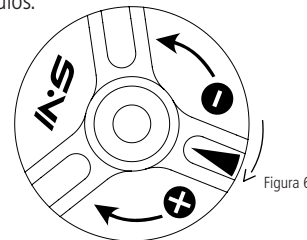

Figura 6
Para ajustar el sistema SVI, gire lentamente el regulador (3) hacia a la derecha (Figura 6) y comprima la suspensión para verificar que el sistema quedó rígido.